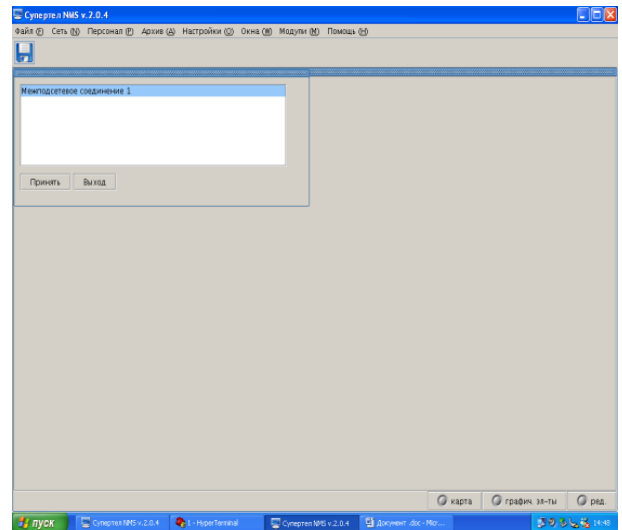

Рис. 33
20. Нажать кнопку «Принять» (рис. 33).